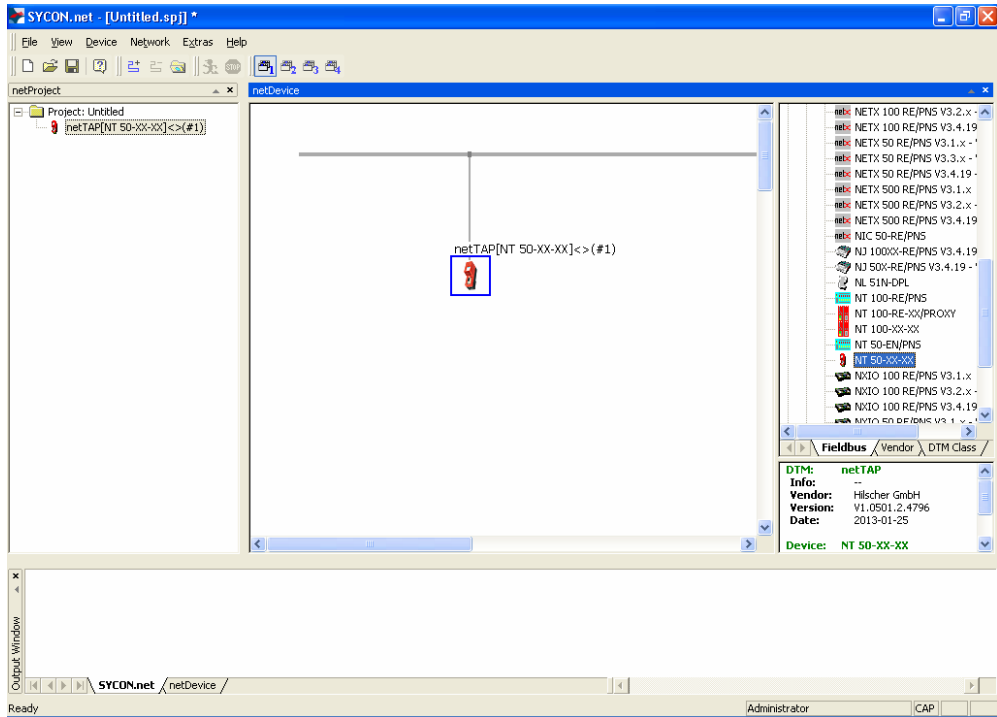

图 18
2) 在软件界面右侧选择Fieldbus栏，将“PROFINET IO”“Gateway / Stand-Alone Slave”文件夹展开，将NT50图标拖放至界面中间的灰线处，如图18所示：